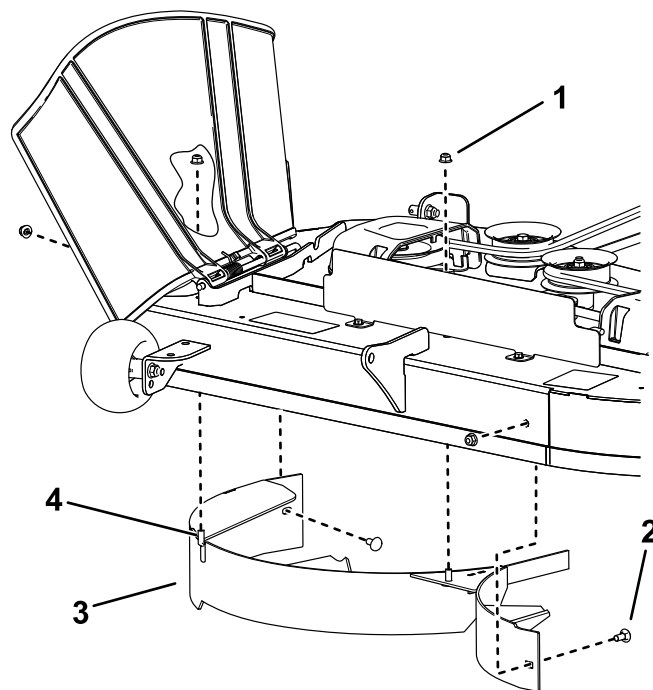

Figura 12
4. Remova as duas porcas de bloqueio (5/16 pol.) dos postes soldados do abafador (Figura 12).
5. Remova os dois parafusos de carroçaria e duas porcas de bloqueio que prendem o abafador à plataforma e remova o abafador (Figura 12).
6. Localize os 2 parafusos nas peças soltas e utilize as porcas de bloqueio existentes para instalar estas fixações nos orifícios usados para os postes soldados (Figura 12) para evitar que os detritos sejam projetados.